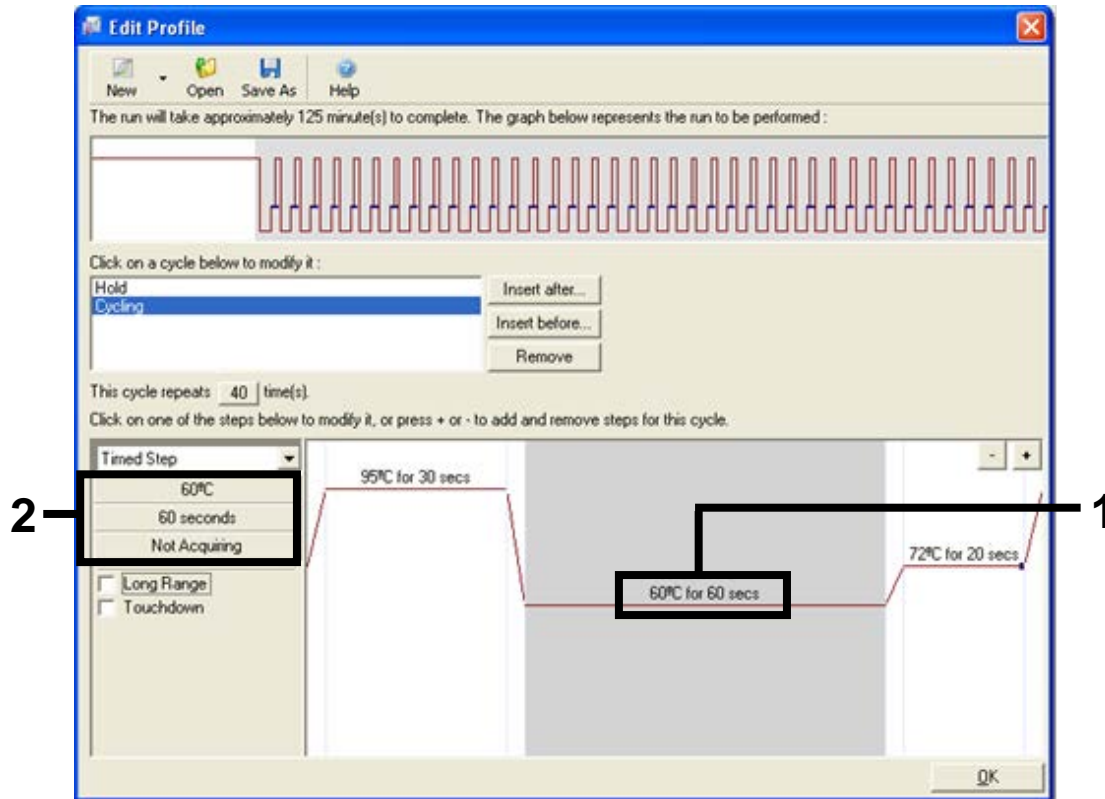

Figura 7. Passo de ciclagem a 60 °C.
9. Destaque o segundo passo e defina para "60°C for 60 secs" (60 °C durante 60 segundos). Active a aquisição de dados durante este passo, seleccionando o botão "Not Acquiring" (Não adquirir dados) (consulte a Figura 7).